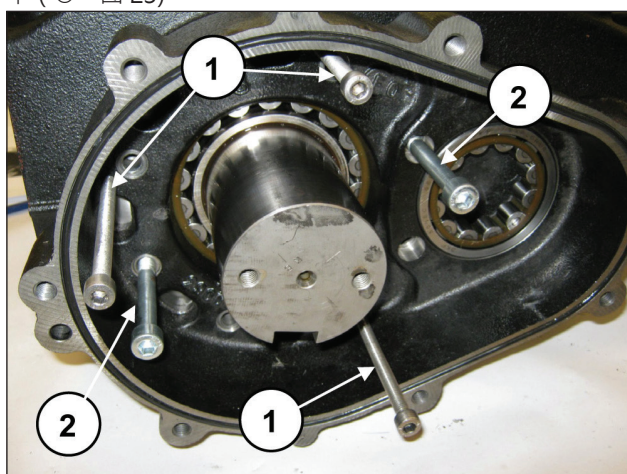

图 23
通过拔取器将3个螺柱或M8螺栓 (①, 图 23)定位在专用孔中, 通过盖子支撑将足够长的两个M10螺栓定位到减速箱中 (②, 图 23)。